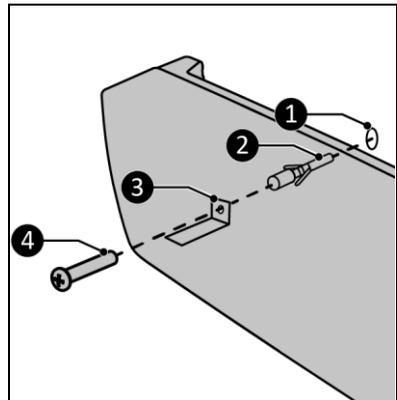

Figure 9
9. Placez le support (figure 9, pos. 3) sur le dessus de l'appareil avec le côté court contre le mur.
10. Marquez l'emplacement du trou sur le mur (figure 9, pos. 1).
12. Percez un trou de 10 mm à l'endroit marqué (figure 9, pos. 1).
13. Insérez la cheville dans le trou (figure 9, pos. 2).
15. Serrez fermement le support (figure 9, pos. 3) sur le mur (figure 9, pos. 4).